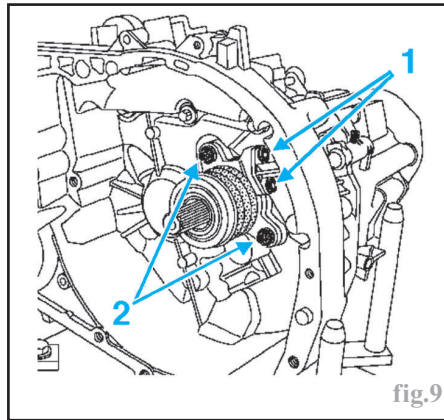

fig.9
- les deux vis (1) du raccord hydraulique (fig.9),
- les deux vis (2) de fixation de la butée d'embrayage sur le carter d'embrayage,